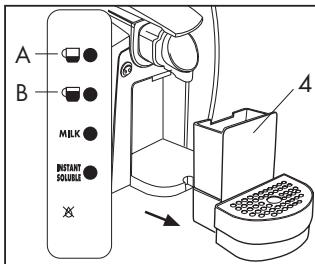

Fig. 17
- Se le spie erogazione corta (A) ed erogazione lunga (B) lampeggiano, significa che sono state usate 14 capsule la vaschetta porta capsule (4) è piena.
In tal caso l'erogazione non viene effettuata. Estrarre la vaschetta porta capsule (4) svuotarla e risciacquarla (**Fig. 17**). Pulire la vaschetta e la griglia dai residui di acqua e caffè.